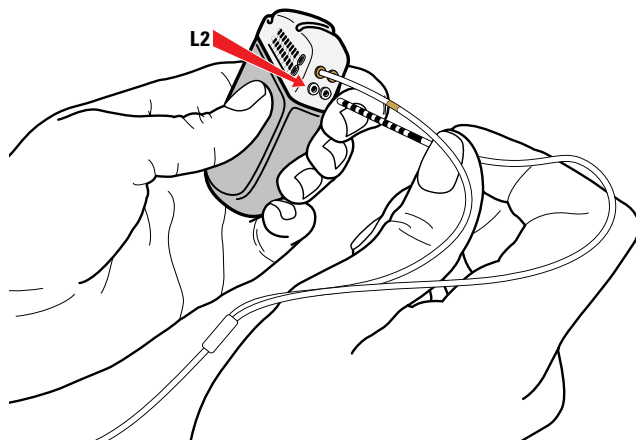

Figure 44. Connexion au port L2 du GII
- b. Connecter l'extrémité sans bande de marquage au port L2 (Figure 44).